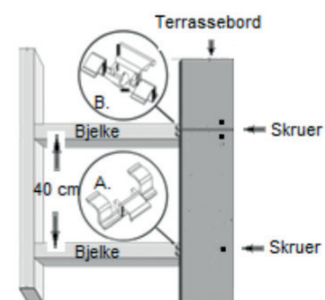

fig. 8
2. På motsatt langsida av det første bordet festes klipsen i bjelkene med den enkle leppen i sporet på terrassebordet. I skjøt mellom to bord brukes klips som er beregnet for dette. (B på fig. 8). Klipsen festes i bjelken med skrue.